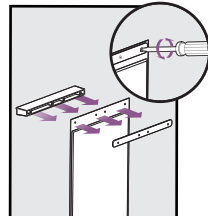

FIG. 17
4. Coloque un nuevo batiente de vinilo y ubíquelo en las posiciones horizontal y vertical de forma que se ajuste al marco de la puerta. Coloque de nuevo la varilla existente y apriete los tornillos (**Fig. 17**).